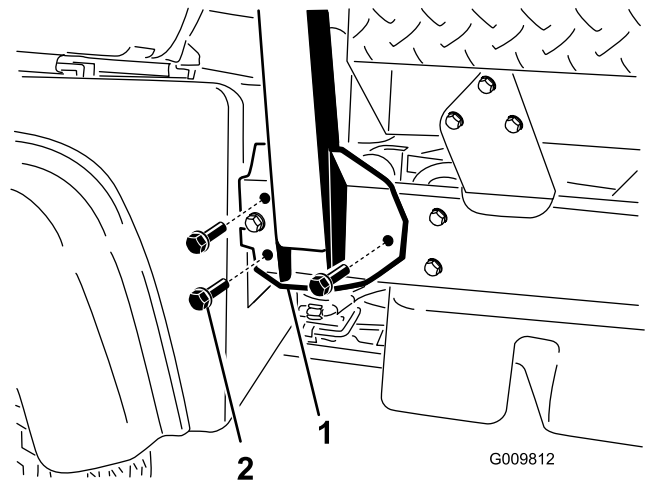

Figura 6
2. Alinee cada lado del ROPS con los taladros de montaje de cada lado del bastidor de la máquina (Figura 6).
3. Sujete el soporte de montaje del ROPS al bastidor de la máquina usando 3 pernos con arandela prensada ($\frac{1}{2}$ " x $1\frac{1}{4}$ ") en cada lado (Figura 6).